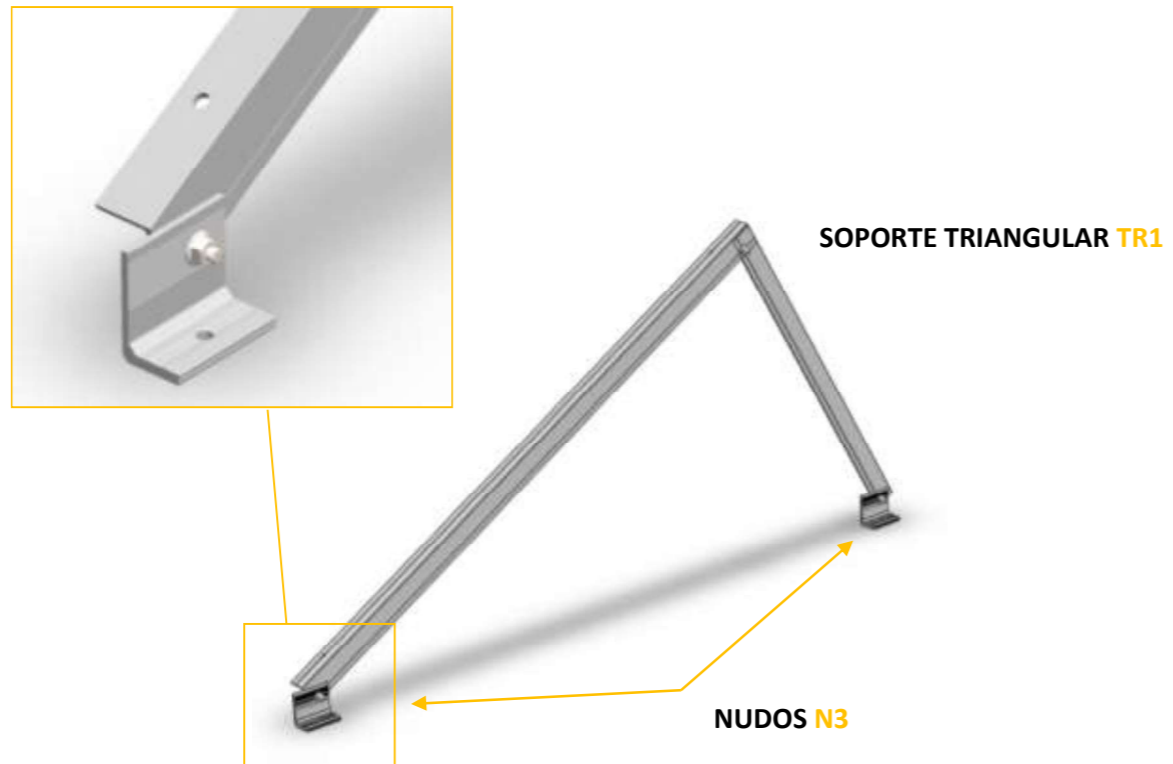

Figura 2
- En segundo lugar se fijarán los soportes triangulares **TR1** (figura 2) sobre estos perfiles.